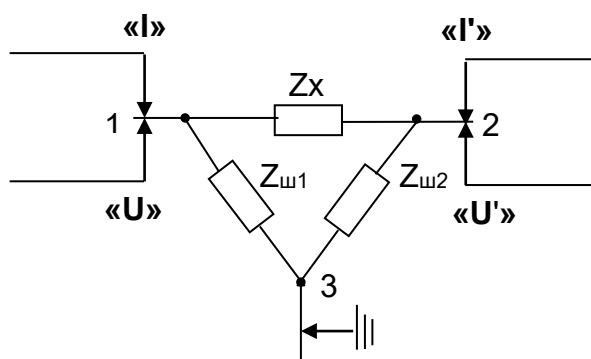

Рисунок 2.4 – Схема подключения трехзажимного объекта
2.2.5.1 Трехзажимный объект может быть представлен треугольником комплексных сопротивлений (рисунок 2.4).